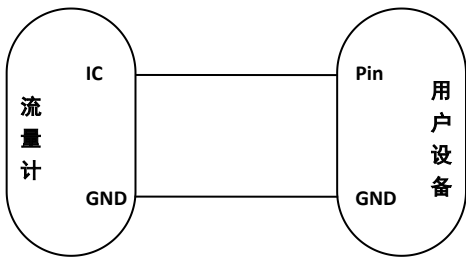

图 9-2 定标脉冲信号输出接线图
7.4.1 定标脉冲信号输出，可配套 IC 卡控制器（见图 9-2）